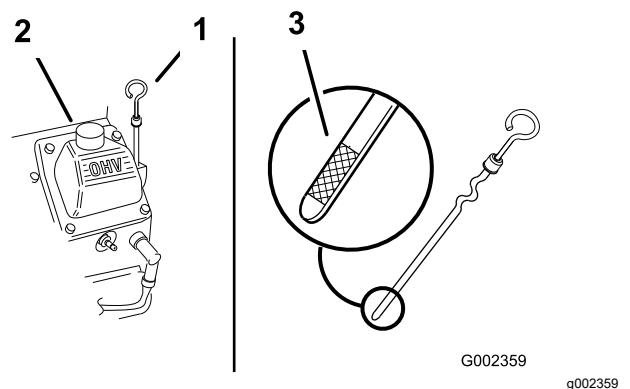

Bild 43
3. Nehmen Sie den Peilstab heraus und wischen Sie ihn ab. Stecken Sie ihn dann ein (Bild 43).
- Der Ölstand sollte sich zwischen den Markierungen „F“ (voll) und „L“ (leer) auf dem Peilstab befinden (Bild 43).
5. Wenn der Ölstand unter der Leer-Marke (L) liegt, nehmen Sie die Füllrohrkappe (Bild 43) ab und gießen Sie genug Öl ein, um den Ölstand bis zur Voll-Marke (F) anzuheben.
2. Reinigen Sie den Bereich um den Ölpeilstab (Bild 43), damit kein Schmutz in den Einfüllstutzen gelangen und den Motor beschädigen kann.